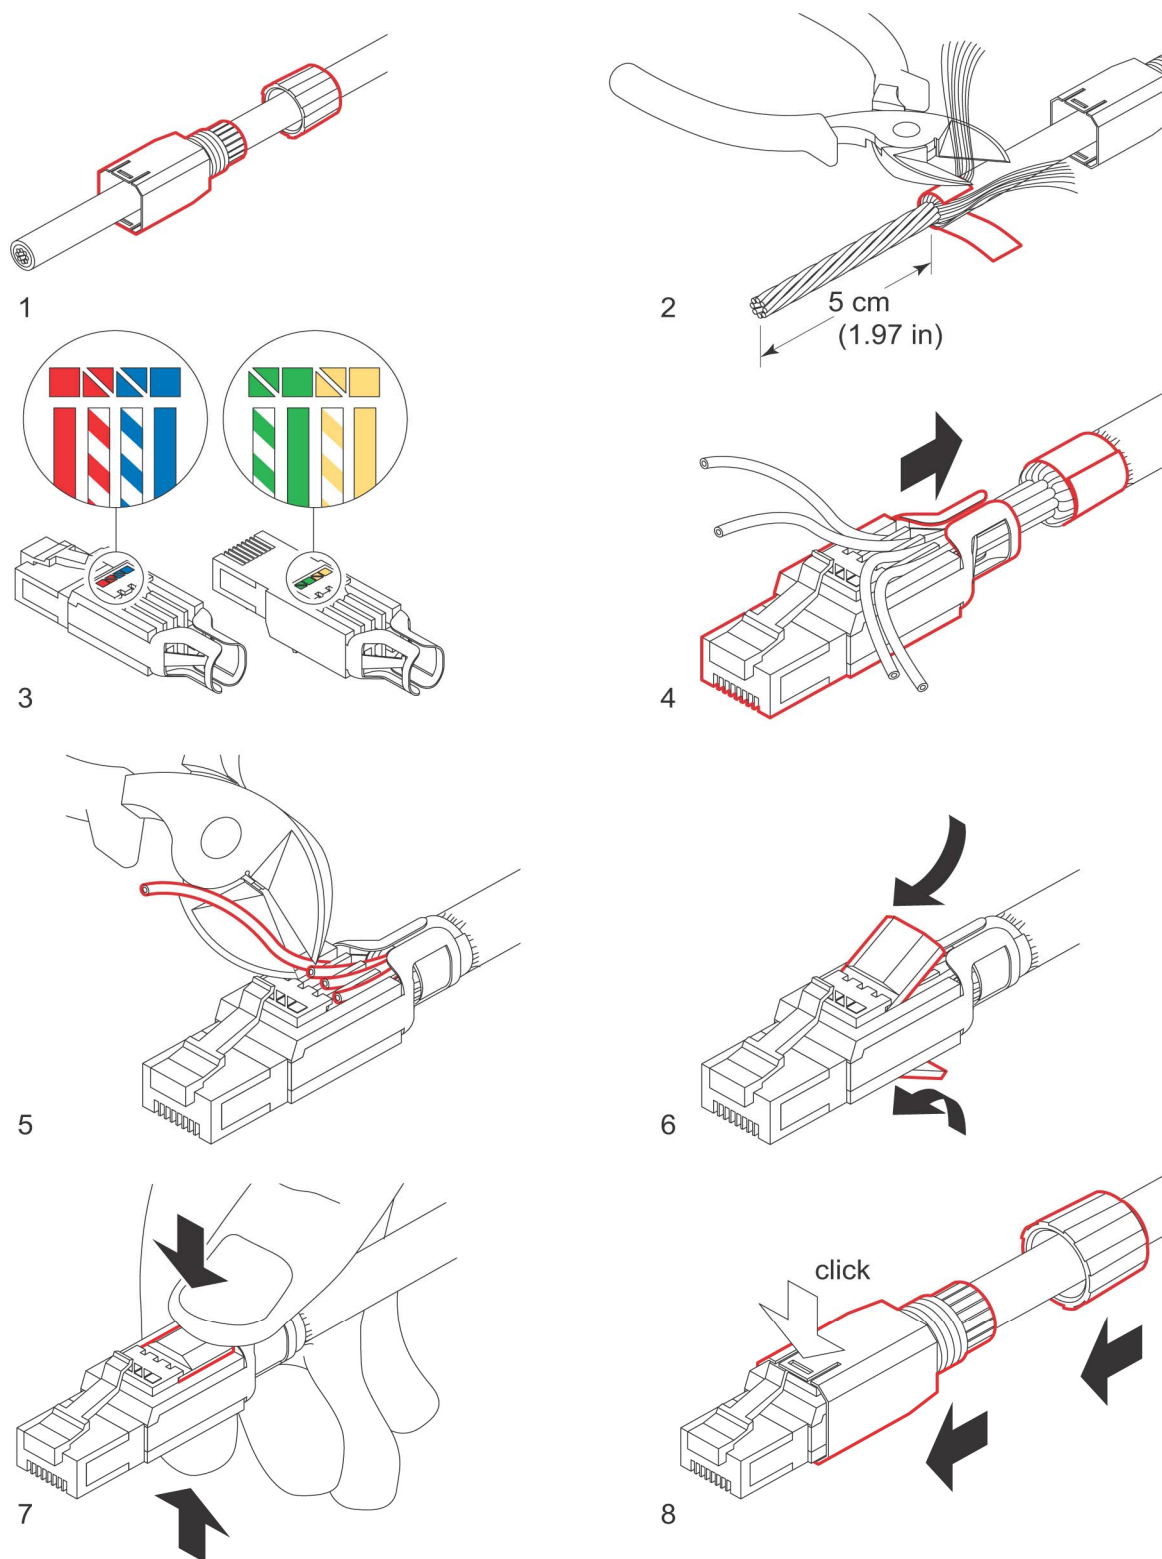

Abbildung 35. Ein Ethernet-Netzwerkabel des Typs 2 anbringen
1. Schieben Sie die Steckerabdeckung und die Kappe auf das Netzkabel (1, abb. 35, Seite 5-27).
2. Entfernen Sie ca. 5 cm der Isolation (2).
3. Schieben Sie die Abschirmung zurück (2).
4. Schieben Sie die Metallfolie auf die Abschirmung (2).
5. Schneiden Sie die verbleibende Abschirmung ab (2).
7. Trennen Sie die Adern. Die blauen und roten Adern auf eine Seite, die gelben und grünen Adern auf die andere Seite (3).